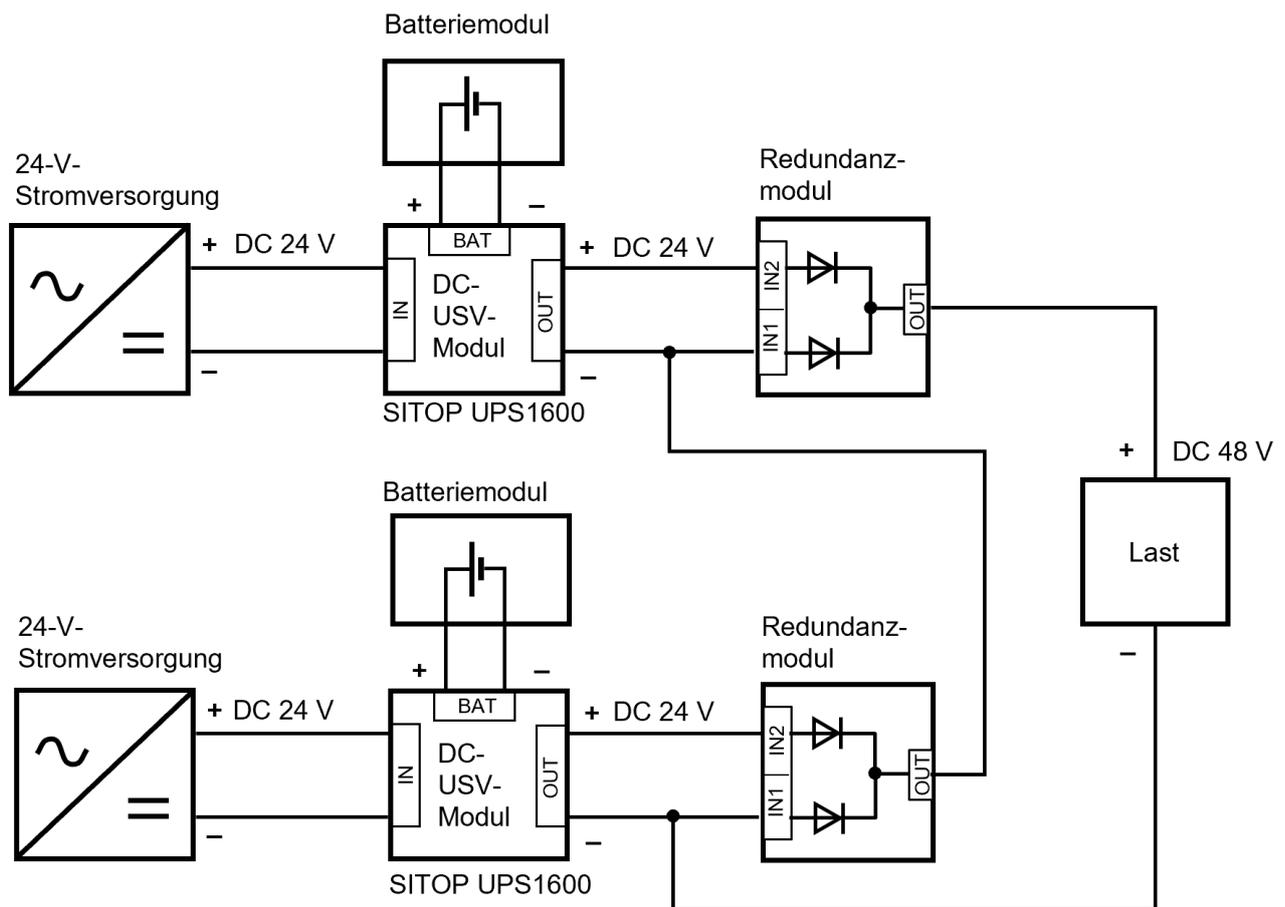

Abbildung 25: Reihenschaltung von zwei identischen 24-V-DC-USV-Konfigurationen für unterbrechungsfreie 48 Volt
Auch die unterbrechungsfreie 24-V-Stromversorgung SITOP UPS1600 mit Batteriemodulen UPS1100 oder BAT1600 kann durch Reihenschaltung von zwei gleichen DC-USV-Konfigurationen auf 48 Volt Ausgangsspannung ausgebaut werden (Abbildung 25). Folgende Maßnahmen sind dabei zu berücksichtigen:
- Weil ein geringer Zeitversatz zwischen den beiden DC-USV-Konfigurationen beim Anlauf trotzdem nicht verhindert werden kann, muss parallel zu den DC-USV-Modul-Ausgängen jeweils eine Diode antiparallel geschaltet werden (siehe Abb. 25: Dioden an „IN1“). Der Grund ist der gleiche wie im Kapitel „Schutz von hocheffizienten Schaltnetzgeräten“ beschrieben. Zudem schützt die Diode die UPS1600, wenn nach längerem Pufferbetrieb eine Batterie leer ist und die andere noch Spannung liefert. In diesem Fall würde das inaktive DC-USV-Modul mit der 24-V-Spannung des noch aktiven DC-USV-Moduls unzulässig belastet.
- Am + 24-V-Ausgang der DC-USV-Module ist eine Diode in Flussrichtung zu schalten (siehe Abb. 25: Dioden an „IN2“). Die Diode schützt vor hohen Spannungen durch rückspeisende Verbraucher wie in Kapitel „Schutz vor Spannungs-Rückspeisung“ beschrieben.